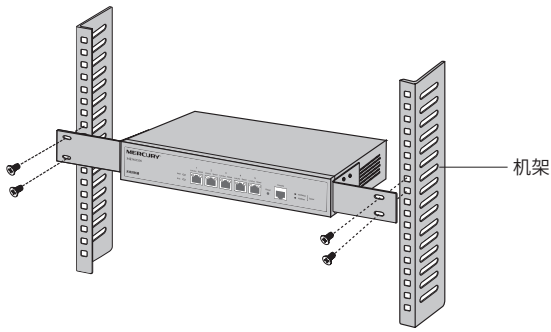

图3-3 机架安装示意图
4. 用螺钉将L型支架固定在机架两端固定的导槽上,确保无线控制器稳定、水平地安装在机架上,如图3-3所示。